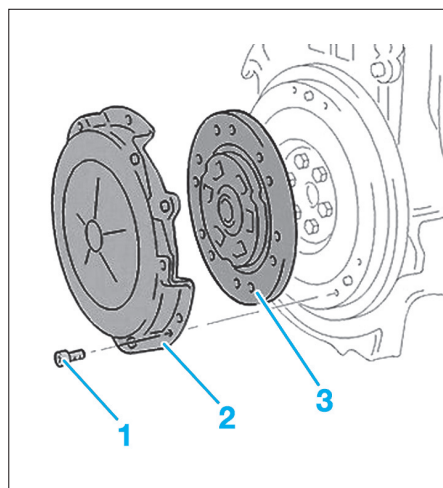

Fig. 1
- Déposer (Fig.1):
- les vis de fixation (1),
- le mécanisme d'embrayage (2),
- le disque d'embrayage (3).